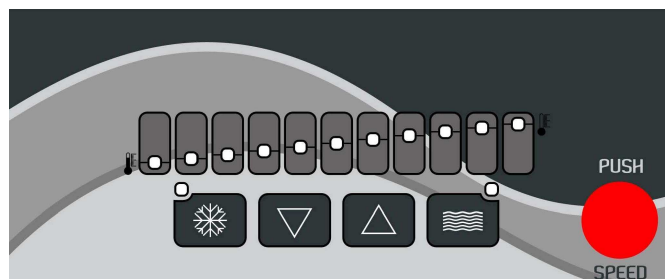

Abb. 9
- **GEFRIEREN** – Nach dem Einfüllen des Produktes den Schalter mit der Schneeflocke aktivieren und mit den Pfeiltasten ▼ und ▲ die Konsistenz regulieren (Abb. 9).
- **DEFROST**- Diese Betriebsart wird über den Schalter mit dem Wellensymbol aktiviert und reduziert den Stromverbrauch der Maschine; die Kühlanlage hält die Temperatur konstant unter 2 °C (Abb. 9). Die DEFROST-Funktion sollte eingeschaltet werden, wenn das Produkt über mehrere Stunden nicht verwendet wird.